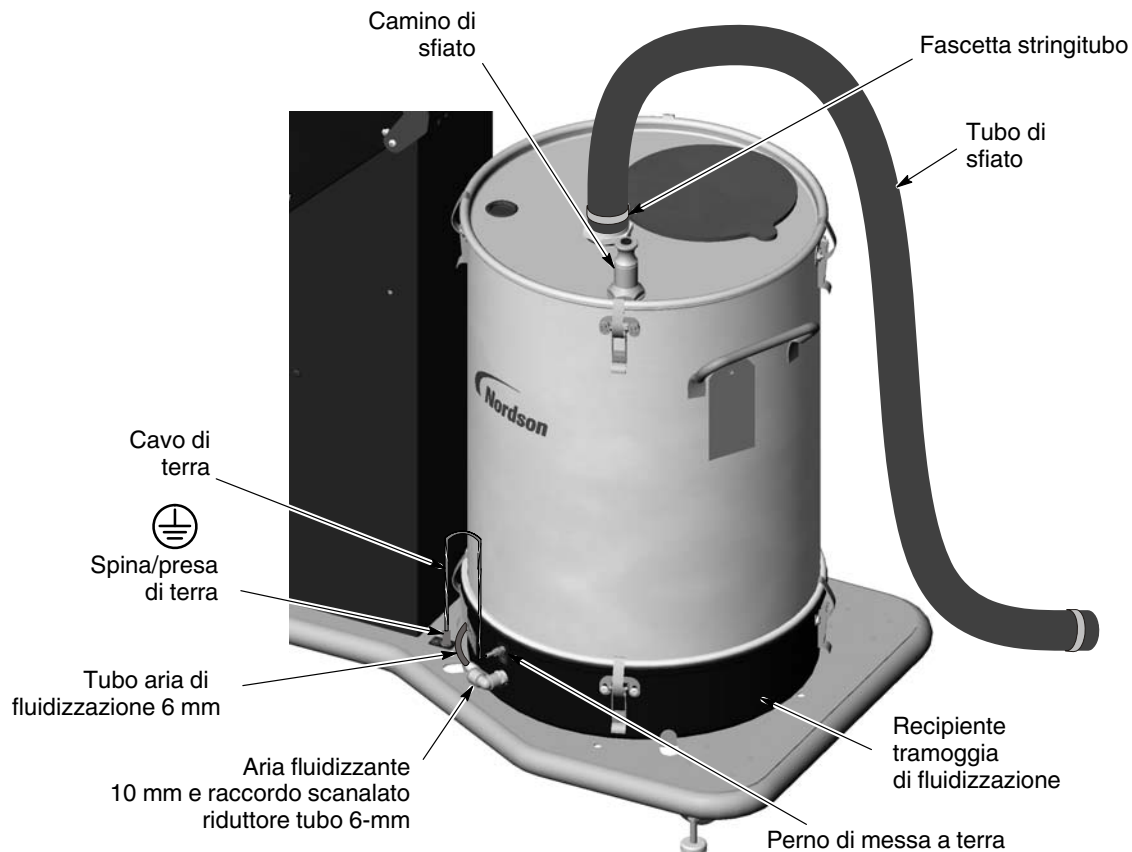

Figura 3-2 Installazione della tramoggia sul carrello del sistema mobile
1. Vedi figura 3-2. Sganciare il coperchio della tramoggia e togliere il tubo di sfiato e i morsetti del tubo.